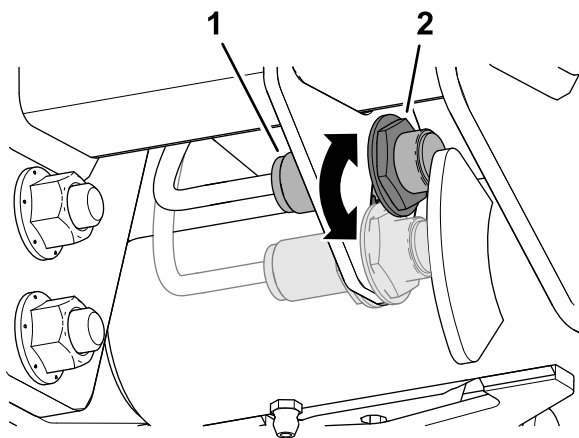

図 54
3. 昇降アームスイッチをスイッチプレートに固定しているジャムナットをゆるめる 図 54。